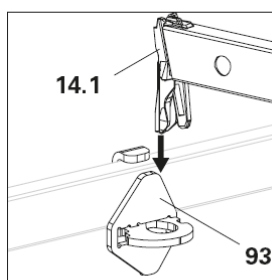

Fig. A11.06i
4. Accrocher l'entretoise horizontale (**14 a**) par en-haut dans le support d'entretoise UHA (**93**). (Fig. A11.06i)